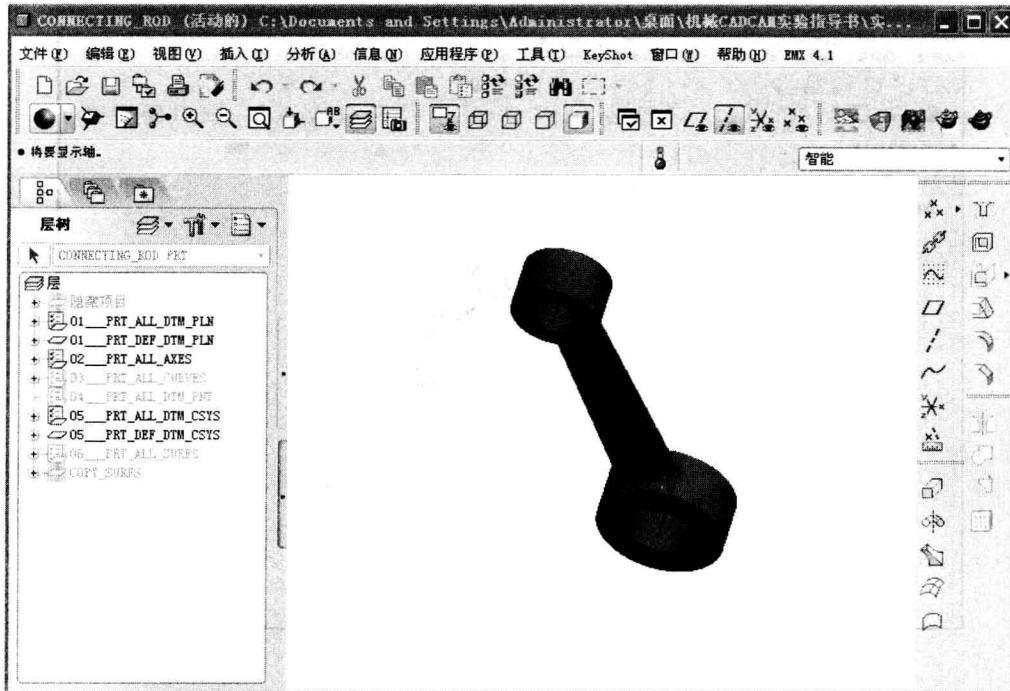

图 1-11 显示基准轴
(2) 显示基准轴：按下 按钮，模型显示效果如图 1-11 所示。